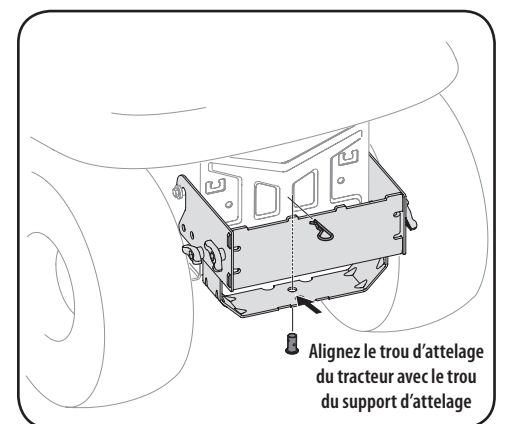

Figure 4-9
1. Installez le support vertical sur l'ensemble de montage du tracteur en l'accrochant sur le support de montage transversal. Voir Figure 4-9.
2. Alignez le support vertical avec le trou « B ». Voir Figure 4-9.